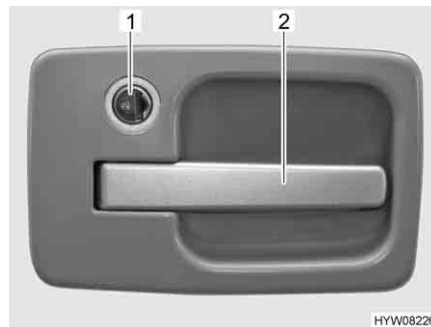

Bild 24 Dörrlås, ingångsdörr, utsida
- Stick in nyckeln i låscylindern (Bild 24,1) och vrid den ända tills dörrlåset har låsts upp.
- Drag i dörrhandtaget (Bild 24,2). Dörren är öppen.
- Stick in nyckeln i låscylindern (Bild 24,1) och vrid den ända tills dörrlåset har låsts.